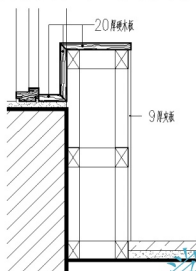

图 5.107 绘制台面的面板
① 参照图 5.107 所示的标注绘制台面表面的 20mm 厚硬木板(线宽 1mm)和 9mm 厚夹板。